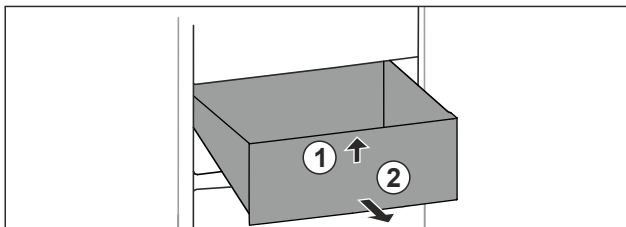

Fig. 71
- ▶ Podignite ladicu srijeda. Fig. 71 (1)
- ▶ Izvadite ladicu prema naprijed. Fig. 71 (2)